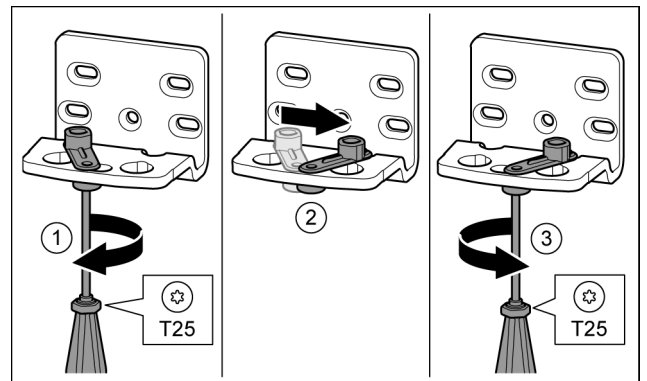

Fig. 17
- ▶ Lazán tekerje be a csavart a T25 csavarhúzóval. Fig. 17 (1)
- ▶ Emelje meg az ajtó záródását segítő egységet, és 90°-kal jobbra forgatva helyezze a furatba. Fig. 17 (2)
- ▶ Húzza meg a csavart a T25 csavarhúzóval. Fig. 17 (3)